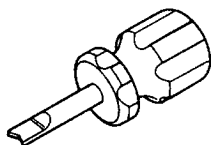

Рис. 3.16 Для вращения винта регулировки смеси необходимо использовать специальную отвертку (См. Раздел 11).
2. На некоторых моделях регулировочный винт закрыт ограничительным колпачком [11.2]. Винт можно повернуть, если придать кончику отвертки форму, указанную на Рис. 3.16.